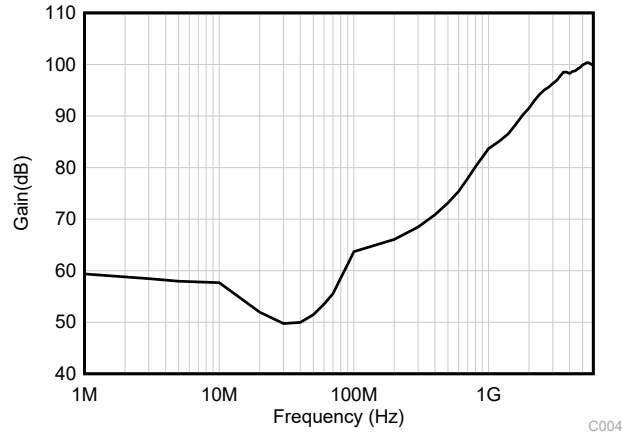

图 7-3. EMIRR 测试
TLV935x-Q1 使用集成电磁干扰 (EMI) 滤波来减少无线通信以及混合使用模拟信号链和数字元件的高密度电路板等干扰源产生的 EMI 影响。通过电路设计技术可改进 EMI 抗扰度；TLV935x-Q1 受益于这些设计改进措施。德州仪器 (TI) 已经开发出在 10MHz 至 6GHz 扩展宽频谱范围内准确测量和量化运算放大器抗扰度的功能。图 7-3 展示了对 TLV935x-Q1 执行该测试的结果。表 7-1 展示了 TLV935x-Q1 在实际应用中通常会遇到的特定频率下的 EMIRR IN+ 值。表 7-1 列出了可在下图所示的特定频率或其近似频率下运行的应用。运算放大器的 EMI 抑制比 (SBOA128) 应用报告包含了与运算放大器相关的 EMIRR 性能主题，该报告可在 www.ti.com 上下载。